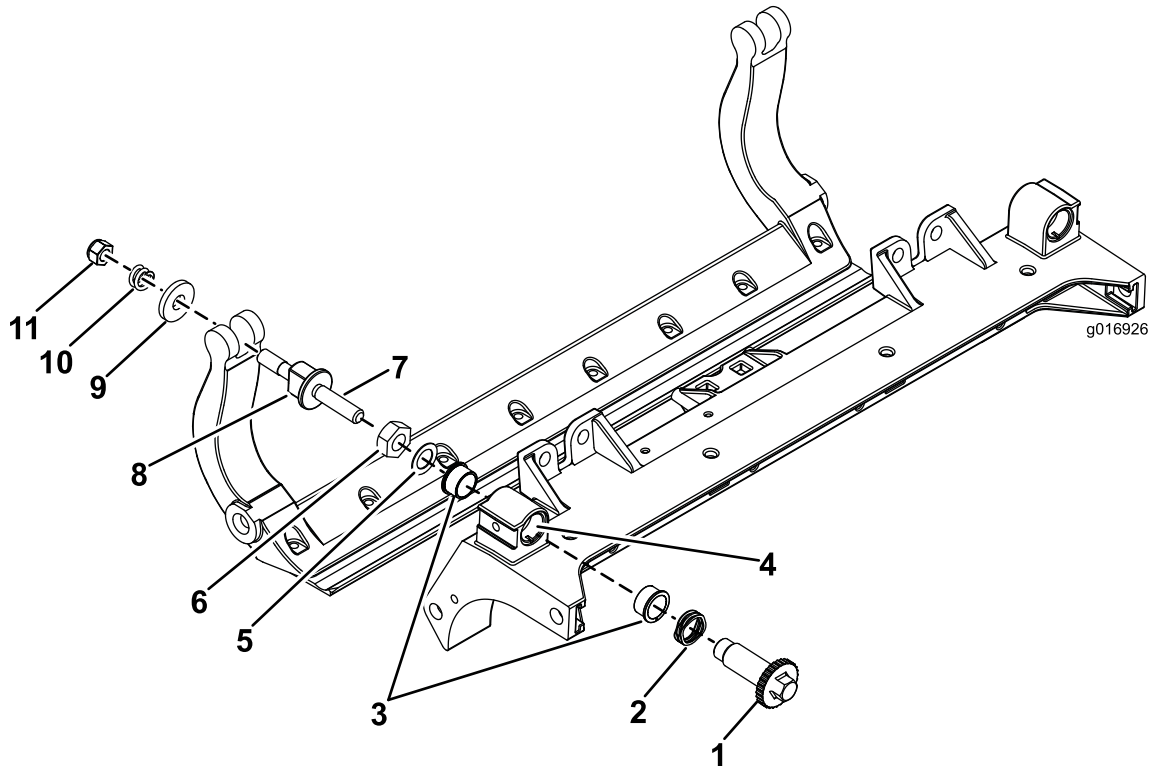

Bild 33
1. Entfernen Sie alle Teile (siehe *Installationsanleitung* für das HD-DPA-Kit und Bild 33).
2. Tragen Sie ein Gleitmittel innen im Büchsenbereich am mittleren Schneideinheitrahmen auf (Bild 33).
3. Fluchten Sie die Keile an den Flanschbüchsen mit den Schlitzen im Rahmen aus und setzen Sie die Büchsen ein (Bild 33).
4. Legen Sie eine Wellenscheibe auf die Einstellerwelle und schieben Sie die Einstellerwelle auf die Flanschbüchsen im Rahmen der Schneideinheit (Bild 33).
5. Befestigen Sie die Einstellerwelle mit einer Flachscheibe und einer Sicherungsmutter (Bild 33).
12. Legen Sie eine Stahlscheibe außen auf jede Nylonscheibe (Bild 33).
Hinweis: Die Scheiben innen können einen Abstand aufweisen (Bild 33).
15. Ziehen Sie die Mutter an jedem Untermesserträgereinsteller an, bis die Druckfeder ganz zusammengedrückt ist, lösen Sie die Mutter dann um eine halbe Umdrehung (Bild 33).